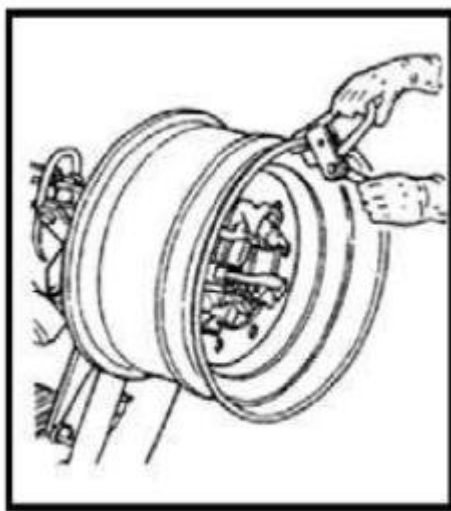

Рис. 18
- Установите тиски-зажим на внешнем крае обода в крайней верхней точке (рис. 18). Убедитесь в том, что зажим правильно и надежно зафиксирован.